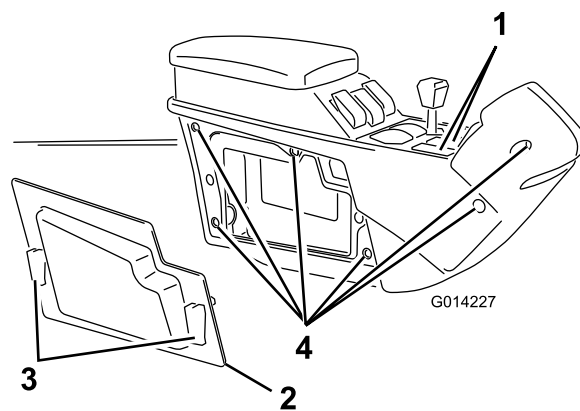

Рисунок 27
1. Удалите с центральной консоли две заглушки отверстий для выключателей пенного маркера (Рисунок 27).
2. Откройте 2 защелки и снимите с центральной консоли правую боковую панель (Рисунок 27).
3. Отверните 6 болтов крепления правой боковой крышки центральной консоли (Рисунок 27).